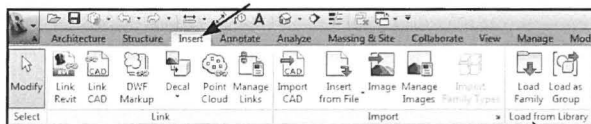

Fig. 08.17. Load familier, uden at tænke på kategorierne.
- *Insert - Load Family* (Fig. 08.17).